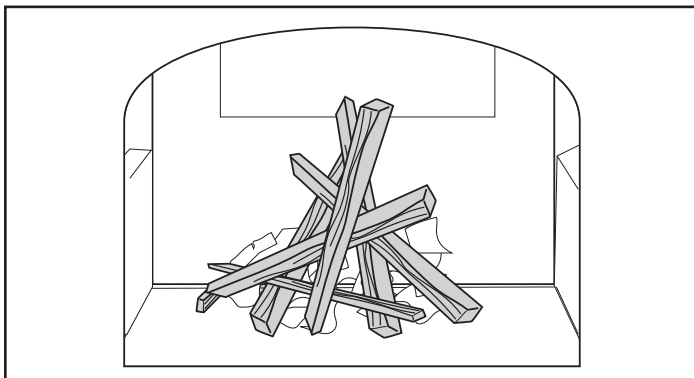

Figure 2.4 - Commencez le feu à l'aide de feuilles de papier et de bois sec.
2. Mettez beaucoup de feuilles de journal froissées dans le poêle. Mettez six ou huit pièces de bois d'allumage sec coupées à une taille d'une pouce. Par rapport au bois, mettez deux ou trois bouts de bois sec coupés à un diamètre de 25 à 51 mm (1 à 2 po). (Figure 2.4)